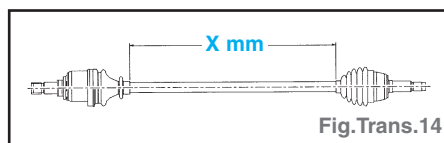

Fig. Trans. 14
- Aligner le soufflet de joint homocinétique intérieur (Fig. Trans. 14) :